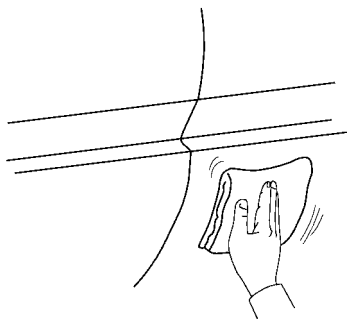

图 17-70 清洁嵌条的安装面
(1) 清洁嵌条的安装面。用清洁用具擦除污物，如图 17-70 所示。